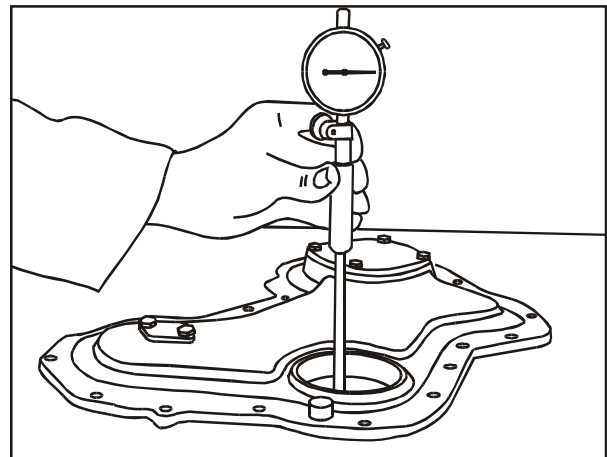

FIG 10
13. Verifique, com medidor de diâmetro interno o diâmetro da tampa na superfície de contato com o vedador, de 79,35 a 79,40 mm **Fig. 10.**